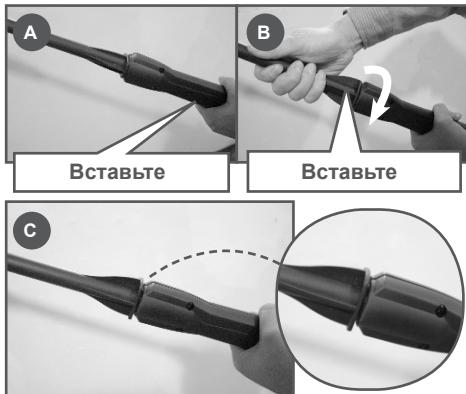

Рис. 6 Установка струйной трубы
5. Установите струйную трубку на пистолет. Для этого соедините выступы на трубке с пазами в пистолете, нажмите на трубку (Рис. 6А) и поверните ее по часовой стрелке (Рис. 6В) до полной фиксации трубки в пистолете (Рис. 6С).